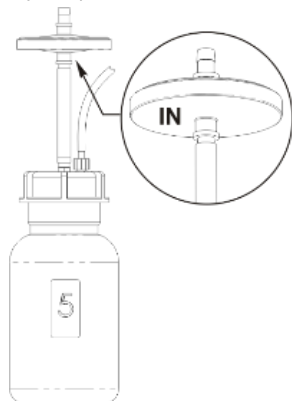

Рисунок 16. Установка фильтра
- 9.3 Замена гидрофобного фильтра (рисунок 16).
Внимание! Соблюдайте расположение фильтра согласно рис. 16. Обозначение **IN** должно быть расположено на стороне входной трубки (ближе к бутылки-ловушке).